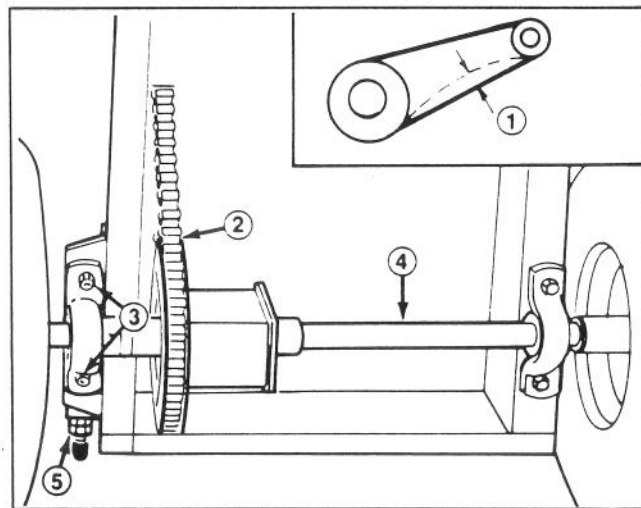

Fig. 20
7. Allentate i quattro dadi flangiati che fissano i supporti diritti con l'assale del differenziale al telaio del trattore (Fig. 20).
8. Allentate il controdado posteriore del tendicatena (Fig. 20).
11. Poiché l'assale differenziale deve essere parallelo alla parte posteriore dello chassis, misurate la distanza dal centro dei supporti diritti alla parte posteriore dello chassis (Fig. 20). La differenza tra i due valori non deve superare i 3 mm; se è superiore, l'assale differenziale non è parallelo allo chassis, e dovrete regolarlo.